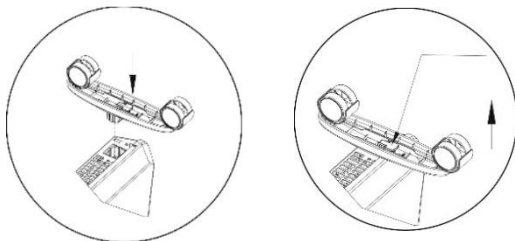

Abb. 1 Einbau/Ausbau des Gehäuses
2. Befestigen Sie das Gehäuse am Konvektor (**Abb. 1**).